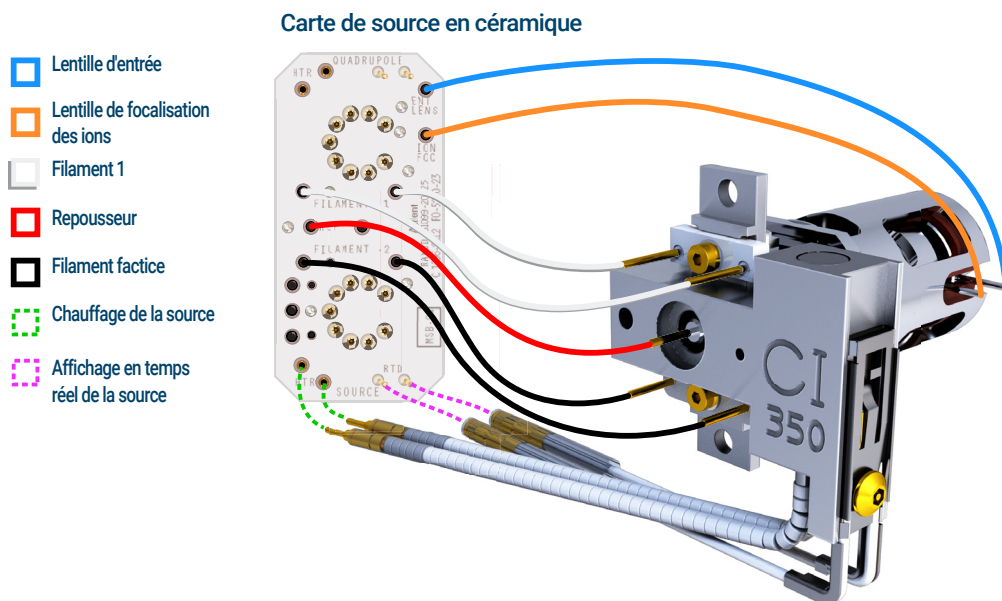

Figure 84. Câblage reliant la CSB et la source CI
- 1 Utiliser des brucelles ou des pinces pour brancher ou débrancher les fils de la carte en céramique au niveau des connecteurs de la source. (Voir **Figure 84**.)